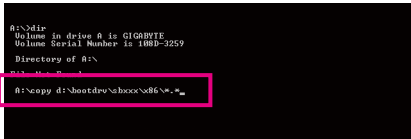

图1
- 若欲复制AMD SB850 SATA控制器的驱动程序，请输入(图1)：(注一)